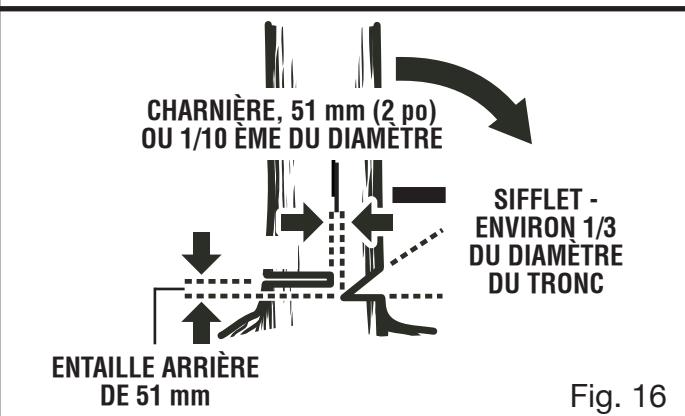

Fig. 16
- **Entaille de dessous.** Pratiquer une entaille d'environ le tiers du diamètre du tronc, perpendiculairement à la ligne de chute. Veiller à ce que les entailles du sifflet se rejoignent à angle droit par rapport à la ligne de chute. Le sifflet doit être taillé de façon à présenter une ligne droite. Pour empêcher le pincement de la scie sous le poids du bois, toujours effectuer l'entaille inférieure en premier. *Voir la figure 16.*
- **Entaille d'abattage.** L'entaille d'abattage doit toujours être de niveau et horizontale et effectuée à au moins 51 mm (2 po) au-dessus de l'entaille horizontale du sifflet. *Voir les figures 16 et 17.*
- Ne jamais couper jusqu'au sifflet. Toujours laisser une épaisseur de bois d'environ 51 mm (2 po) ou 1/10 ème du diamètre du tronc entre l'entaille d'abattage et le sifflet. Ceci s'appelle une « charnière ». Cette charnière contrôle la chute de l'arbre et empêche le tronc de glisser, de pivoter ou de basculer sur la souche. *Voir les figures 16 et 17.*